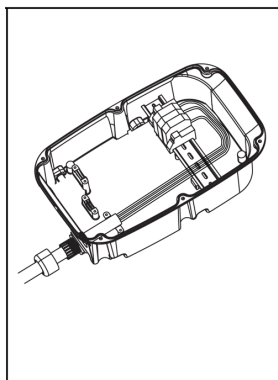

Fig. 16
- a3. Inserire la testa di pressione nel cavo e quindi far passare il cavo attraverso il corpo principale fino a bloccarlo (fig. 16).